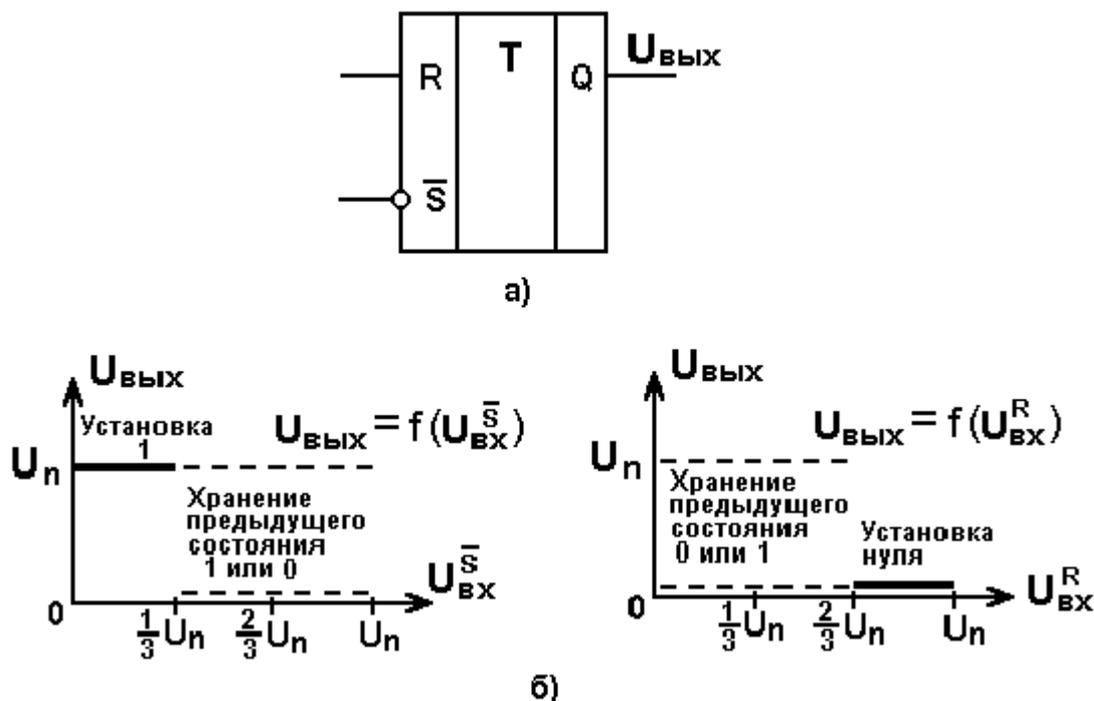

Рис.6.2
Таймер содержит триггер Т, на установочные входы R и S которого подаются сигналы с двух компараторов напряжений K₁ и K₂. Пороги переключения компараторов задаются напряжением питания U_n микросхемы и сопротивлениями резисторов R₁, R₂, R₃. Резисторы имеют равные сопротивления, поэтому напряжение переключения нижнего по схеме компаратора равно (1/3)U_n, а верхнего (2/3)U_n. Из схемы следует, что активный сигнал высокого уровня на входе триггера S, устанавливающий триггер в состояние высокого уровня будет в том случае, если на выводе 2 микросхемы напряжение окажется ниже уровня (1/3)U_n. Активный сигнал R высокого уровня, устанавливающий триггер в состояние низкого уровня (сброс), будет в том случае, если на выводе 6 микросхемы напряжение окажется выше уровня (2/3)U_n. Таким образом, таймер (триггер, компараторы и делитель напряжения питания) можно представить, как показано на рис.6.2а, в виде RS-триггера с прямым управлением по входу сброса (R) и инверсным управлением